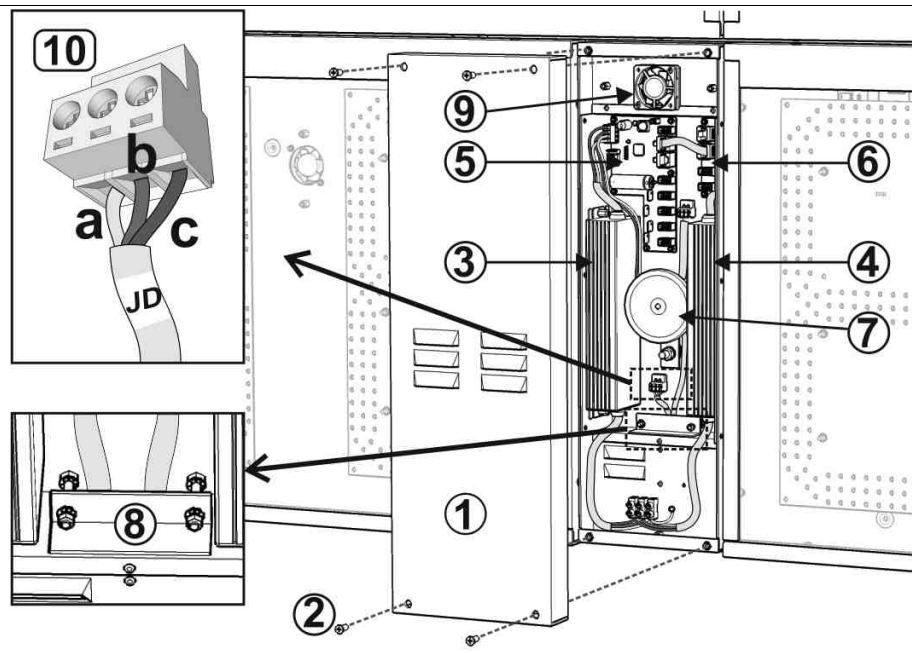

Fig. 11: Vue intérieure du module POWER SUPPLY
4. Démontez le panneau frontal du module **POWER SUPPLY** en dévissant les 4 vis de fixation (voir Fig. 11).
5. Faites passer les câbles précédemment introduits dans le module, au-dessous du klaxon et raccordez-les aux connecteurs des cartes en suivant les indications données sur le fond du module (Fig. 11 et Fig. 19). Raccordez chaque câble à un des connecteurs de la carte ayant la même étiquette. Par exemple, le câble marqué 'JD' doit être raccordé à l'un quelconque des connecteurs de la carte marqués 'JD'.
6. Serrez les câbles (Fig. 11, numéro ⑧) en vissant les écrous du serre-câbles; ensuite, fermez à nouveau le module avec le panneau frontal.